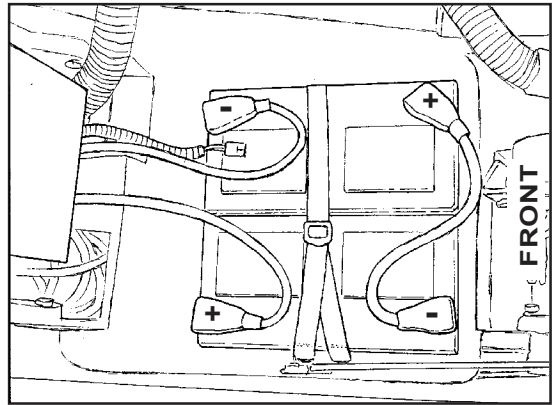

Abb. 11
9. Setzen Sie die Batterien in den Batterieraum ein; siehe dazu Abb. 11.
10. Verbinden Sie die Verbindungsklemme der Batterieeinheit mit der Verbindungsklemme am Bedienpanel. Siehe Abb. 11.